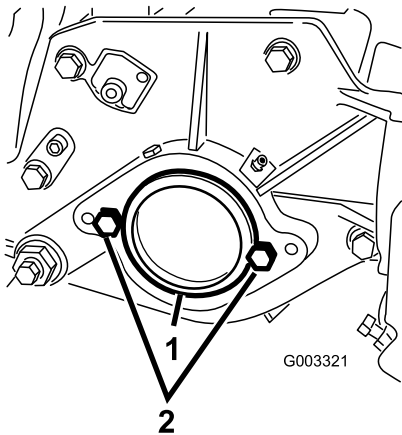

图7
- 在滚刀组右侧从轴承座中取下塑料盖 图7。
- 从右侧板卸下 2 个平头螺丝 (图7)。
- 将 2 个滚刀马达安装平头螺丝宽松地安装至滚刀组左侧板 (图7)。